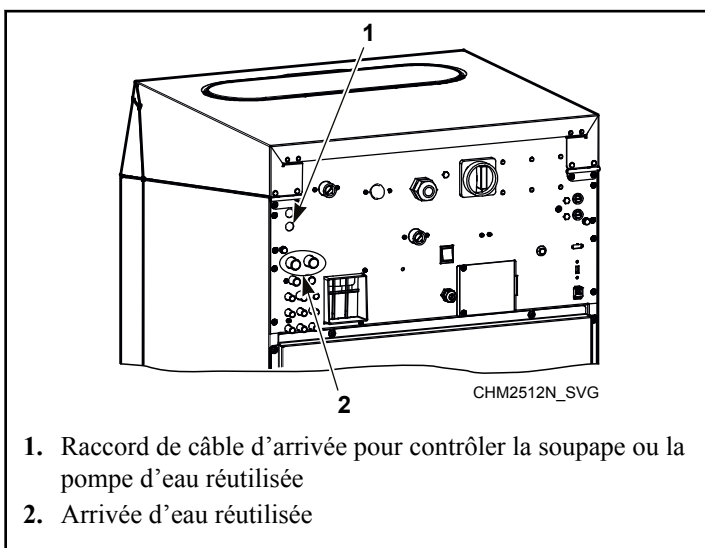

Figure 21
1. Percez les écrans protecteurs de l'arrivée d'eau recyclée en utilisant un foret de 15 mm [0,59 po.] de diamètre. Voir *Figure 21*.
3. Positionnez un passe-câble dans l'ouverture et tirez le câble à travers le passe-câble. Voir *Figure 21* ou #task-277/fig-1608325155231.